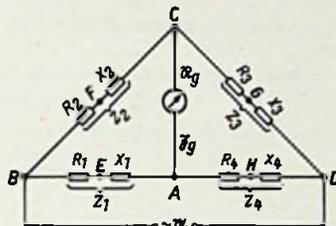

Bild 1. Wechselstrombrücke; jeder der vier Brückenwiderstände besteht aus Realteil R und Imaginärteil X
2. Wechselstrombrücke (Bild 1)